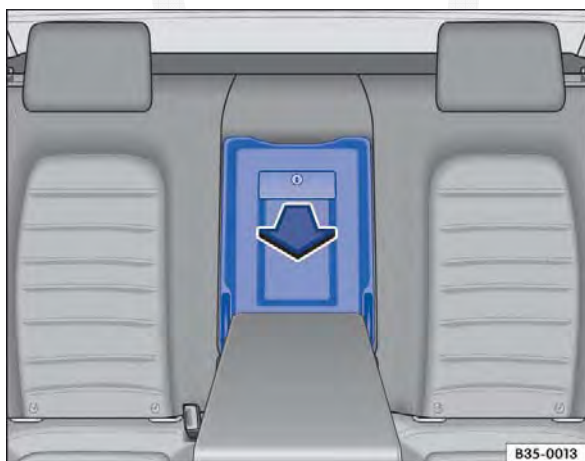

Fig. 100 No encosto do banco traseiro: abrir o dispositivo para transporte de objetos longos.
- Puxar a alavanca de destravamento ⇒ Fig. 100 e rebater a tampa do dispositivo para transporte de objetos longos completamente para a frente, na direção da seta.